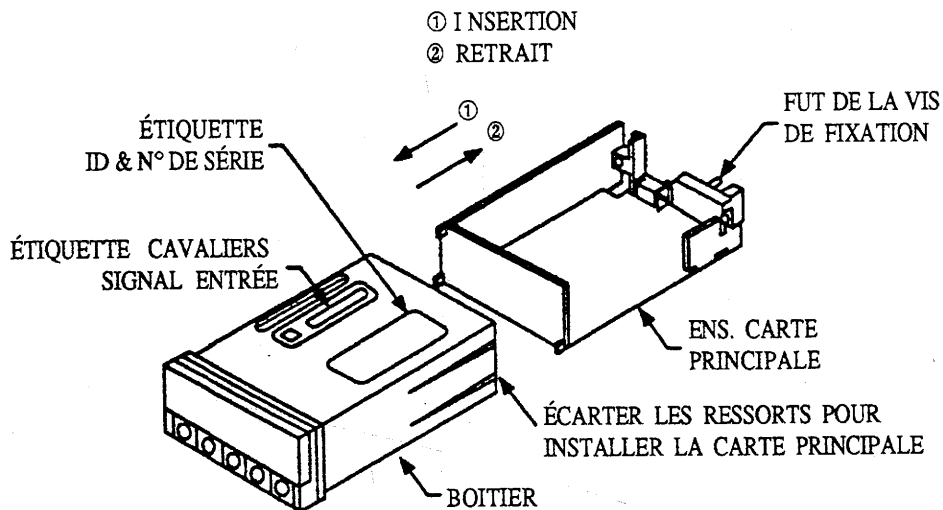

Figure 2-4. Retrait de la carte principale de son boîtier.
6. D'après la figure 2-4, replier vers l'extérieur les ressorts de blocage latéral du boîtier et tirer la carte hors de son boîtier, en la tenant par la partie saillante des vis de montage.